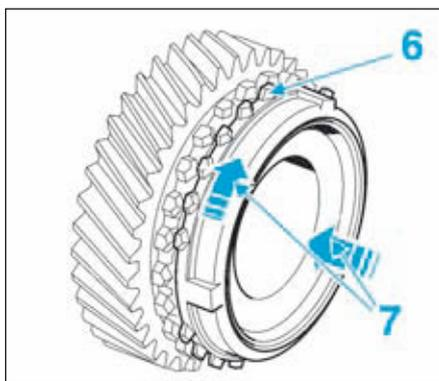

FIG.22
- Vérifier (Fig.22) :
- que les dentures des crabots (6) ne présentent pas d'usure ou de cassures.
- qu'il ne tourne pas en exerçant une poussée et une rotation (7) sur l'anneau de synchronisation. Le cas échéant, le remplacer.